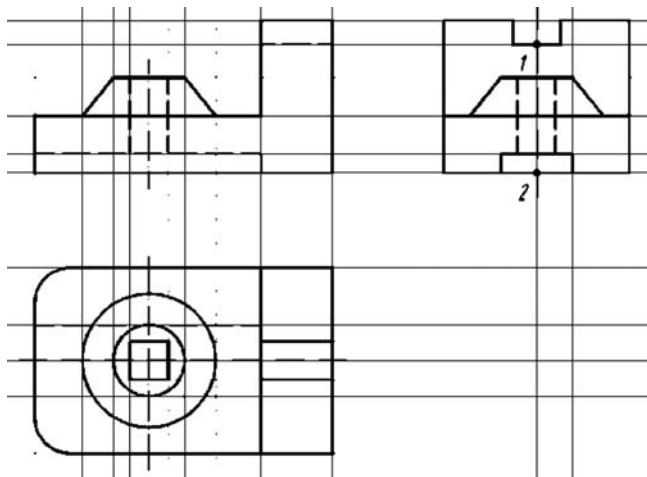

Рис. 6.10. Фигура вида слева после применения команды «Зеркало»
10. Выполнить команду «Зеркало» для формирования полного вида слева (рис. 6.10).